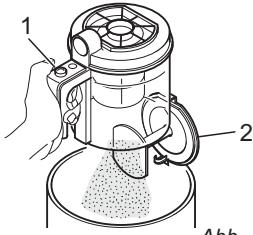

Abb. 18
4. Drücken Sie die Entriegelungstaste (Abb. 18/1). Der Boden (Abb. 18/2) öffnet sich und der Staub rieselt in den Müllheimer.